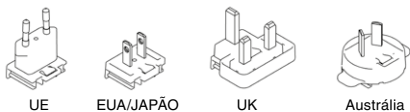
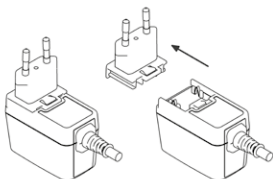

Fig. 3
Fig. 4
O adaptador principal da fonte de alimentação do país (4) é intercambiável, o que permite uma operação em todo o mundo. Fig. 3 e Fig. 4 descrevem o procedimento de troca da tomada.